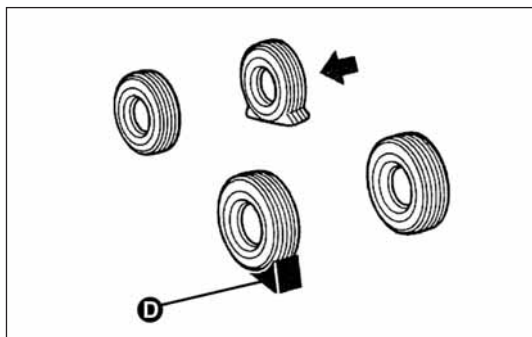

fig. 134b
- ☐ coloque la cuña de bloqueo D en la parte trasera, en la rueda diagonalmente opuesta a la que desea sustituir fig. 134b para prevenir movimientos del vehículo cuando esté levantado;